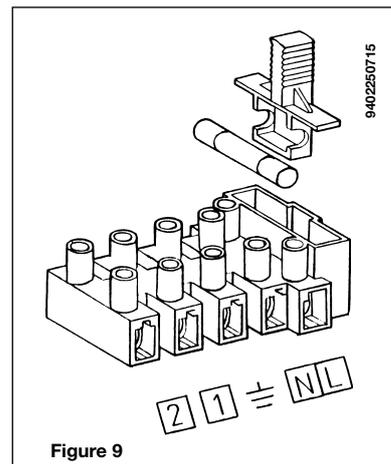

Figure 9
- accéder au bornier d'alimentation (figure 9) comme indiqué au chapitre précédent;
- enlever le shunt présent sur les bornes (1) et (2) et connecter le thermostat d'ambiance à la place;